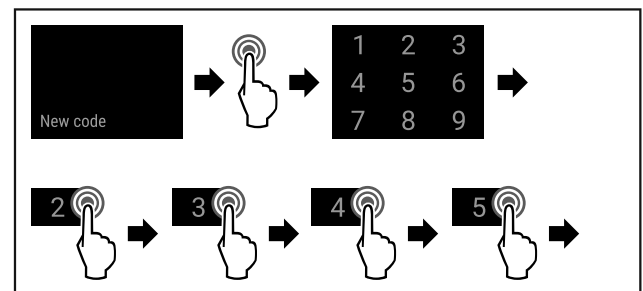

Fig. 82
- ▶ Følg anvisningene (se Fig. 82) .
- ▶ Følg anvisningene (se Fig. 82).